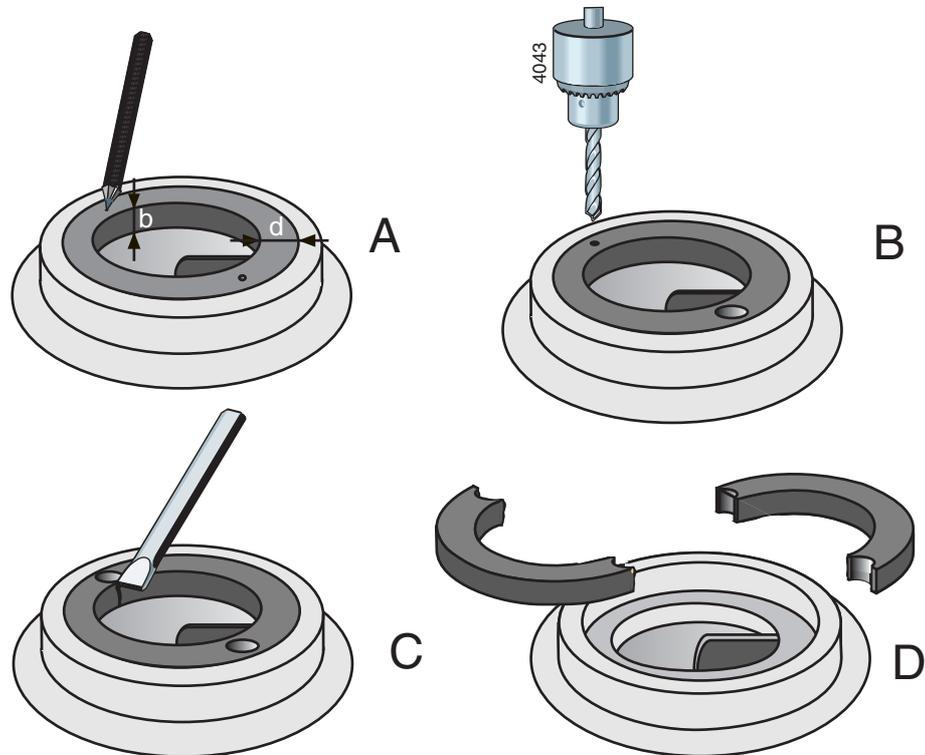

Figura 19: Rimozione dell'anello d'usura
- 1 Misurare lo spessore (d) e la larghezza (b) dell'anello. Vedere la figura 19 A.
- 2 Fare due piccoli fori diametralmente opposti nel mezzo dell'anello. Vedere la figura 19 B.
- 3 Utilizzare una punta con un diametro leggermente inferiore dello spessore (d) dell'anello. Vedere la figura 19 C. Fare attenzione alla profondità del foro in modo che non superi la larghezza (b) dell'anello. per evitare di danneggiare il bordo d'appoggio nel corpo pompa.
- 4 Tagliare lo spessore rimanente dell'anello, utilizzando uno scalpello. Quindi è possibile togliere l'anello dal corpo pompa, in due parti. Vedere la figura 19 D.